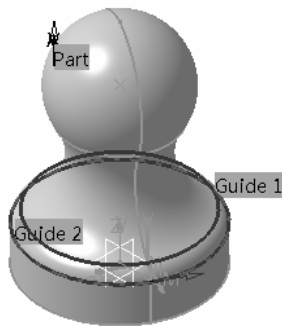

图 5-44 设置边界（1）
- 设置边界 (1)。在 “Guiding strategy” 选项中选择 “Parallel contour” 单选按钮, 依次单击 “Guide 1” 和 “Guide 2” 感应区, 系统弹出 “Edge Selection” 工具栏, 分别选择如图 5-44 所示的边线作为加工边界, 双击空白处, 返回 “Multi-Axis Contour Driven.1” 对话框。